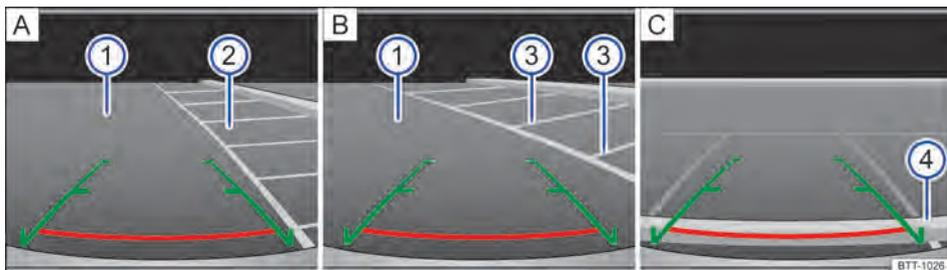

Fig. 141 Exibição do display do sistema Infotainment: entrar na vaga de estacionamento com a câmera de marcha a ré.
Legenda para a representação esquemática Fig. 141:
2.	Posicionar o veículo na frente da vaga de estacionamento ② ⇒ Fig. 141 A.
3.	Engatar a marcha a ré ou comutar para a posição da alavanca seletora R . Conduzir para trás devagar e manobrar B de modo as guias verdes laterais conduzam para a vaga de estacionamento selecionada ②.